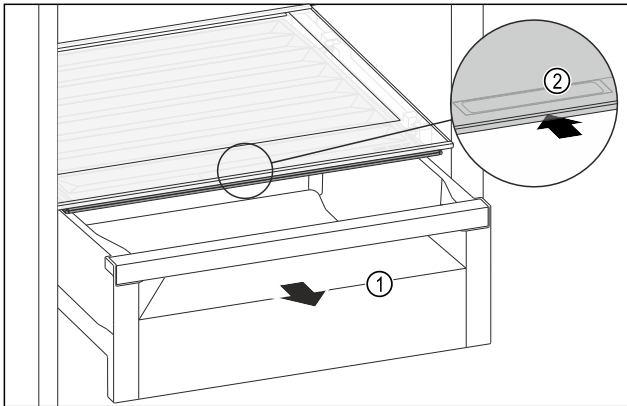

Fig. 122
- ▶ Schubfach Fig. 122 (1) herausziehen.
- ▶ Griffmulde Fig. 122 (2) am Fachdeckel anfassen und Fachdeckel gleichzeitig nach hinten schieben.